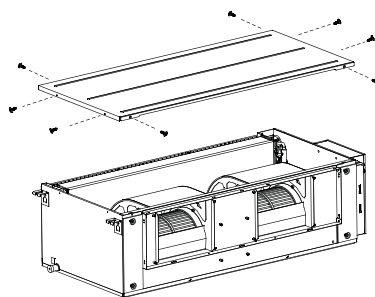

Рис. 32
1. Снимите верхнюю крышку, как показано на рис. 32.